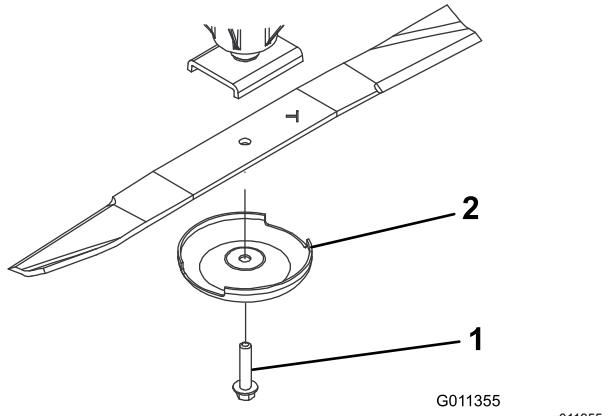

Bild 93
3. Entfernen Sie die Messerschraube, die Antiskalpierkoppe und das Messer von der Spindelwelle (Bild 93).